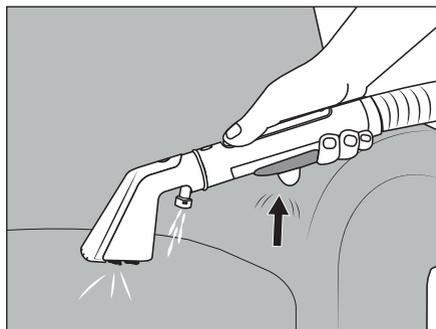

Fig. 6
(1) Al poner en funcionamiento el aparato, asegúrese de que los orificios de aspiración **23**/**31** de la boquilla para tapicería **22** o de la boquilla rinconera **29** no queden bloqueados por objetos sueltos, pelusas, pelos, etc. De lo contrario, la boquilla para tapicería **22** o la boquilla rinconera **29** podrían dañarse y dejar de funcionar correctamente. (2) Antes de la limpieza, compruebe la etiqueta del fabricante de la tapicería/alfombra/moqueta para ver si tiene indicaciones de cuidado especiales. Este aparato no es apto para materiales textiles delicados (p. ej., seda, piel, pelo "flokati", etc.).
(3) Si utiliza productos de limpieza (vinagre de limpieza y productos de limpieza de tapicería), pruebe primero a limpiar con el aparato en una zona poco visible para garantizar que no se produzcan decoloraciones. (4) El aparato debe estar montado correctamente y el depósito de agua limpia **2**  debe estar lleno antes de ponerlo en funcionamiento. (5) Apague el aparato antes de cambiar la boquilla para tapicería **22** y la boquilla rinconera **29** entre sí. (6) Si el depósito de agua sucia **7**  se llena, el flotador **6** cierra el orificio de aspiración y el aparato funciona a mayor velocidad. Apague el aparato inmediatamente (consulte el capítulo **Limpieza del depósito de agua sucia**).
- ◆ Mantenga la boquilla para tapicería **22** unos 2-3 cm por encima de la zona que desee limpiar y pulse el botón de rociado **20** para rociar el agua/la solución de limpieza a través de la boquilla de rociado **26** (consulte la fig. 6).